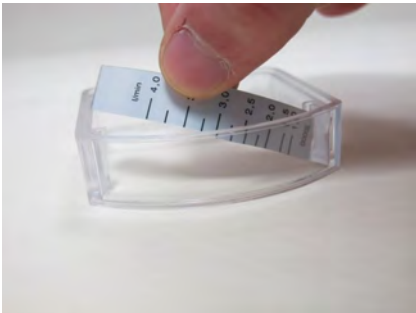

Abb. 41
4. ➤ Skalenträger (mit aufgeklebter Skala) aus der Führung des Kunststoffgehäuses ziehen (Abb. 41)